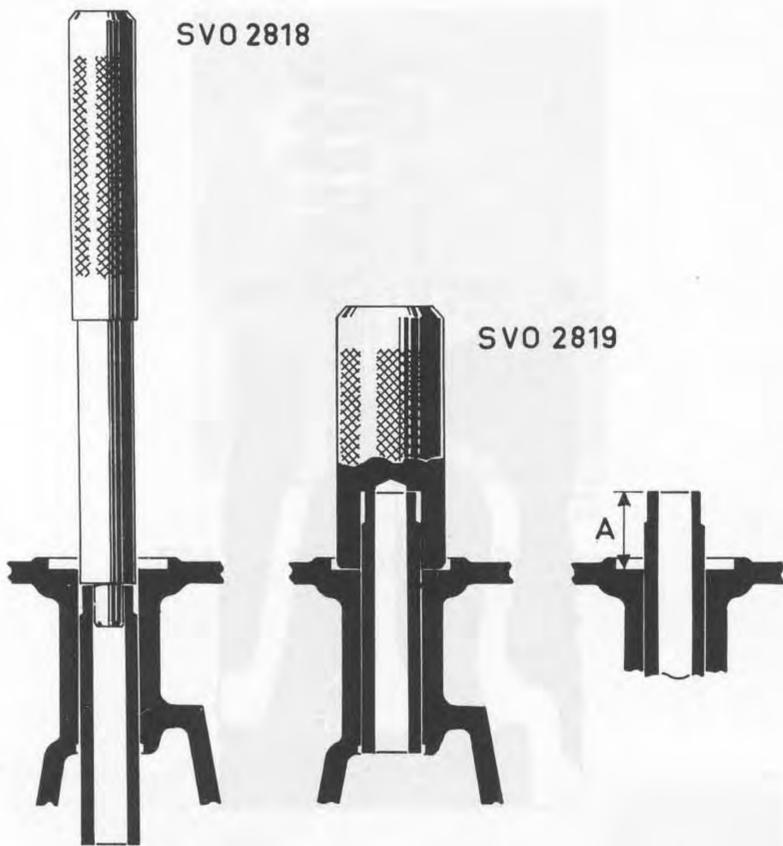

Bild 34. Byte av ventilstyrningar
2. Pressa i nya styrningar, använd dorn 2819, som ger rätt ipressningsdjup. Se bild 34. För B 20 E/F motorer placeras en bricka 0,4 mm, mellan verktyget och cylindertoppen.